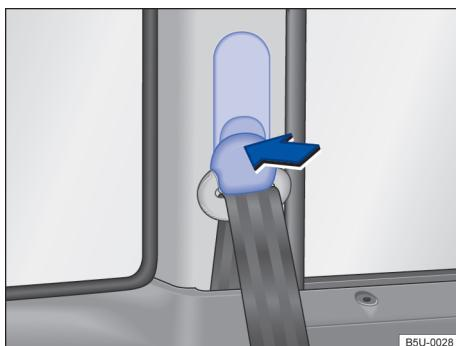

Fig. 34 Ao lado dos bancos dianteiros: regulagem de altura do cinto de segurança.
- Pressionar o dispositivo regulador no sentido da seta e mantê-lo pressionado → Fig. 34.